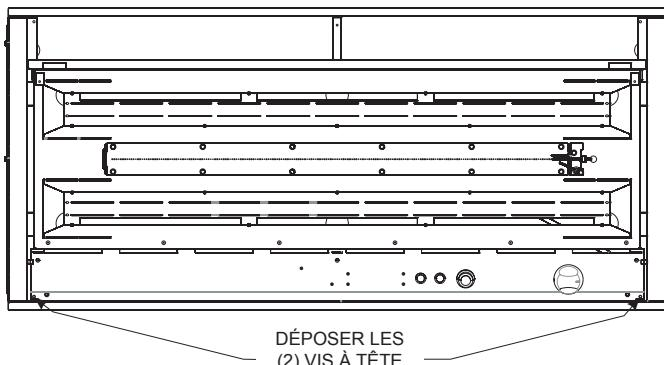

Figure 25
- e. Retirer les deux vis des coins avant du panneau de commande avec un tournevis à tête hexagonale de 5/16 po. **Voir Figure 25.**
- Une fois le gaz et l'électricité raccordés, abaisser l'ensemble du brûleur et le fixer (laisser les deux bêquilles au fond du foyer pour usage futur) avec les deux vis retirées à la **Figure 25**.